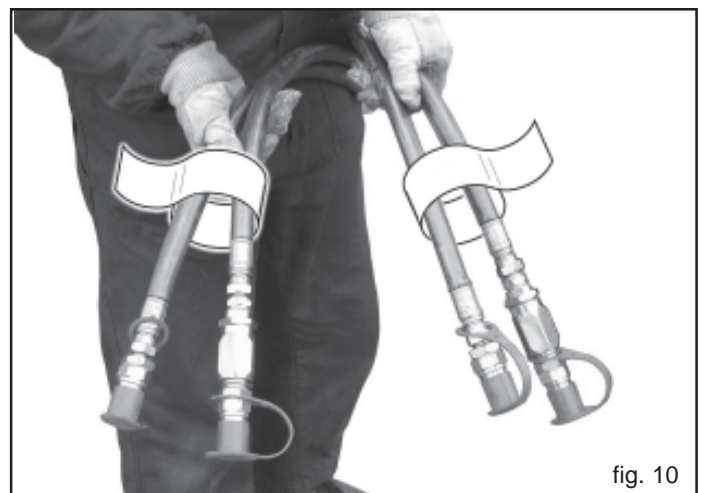
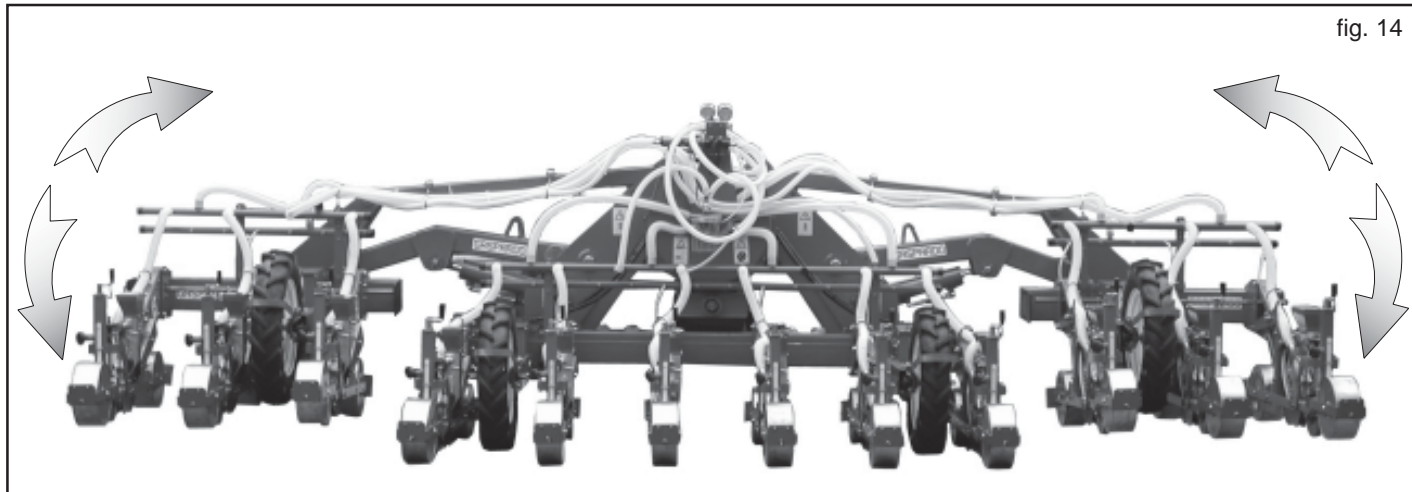
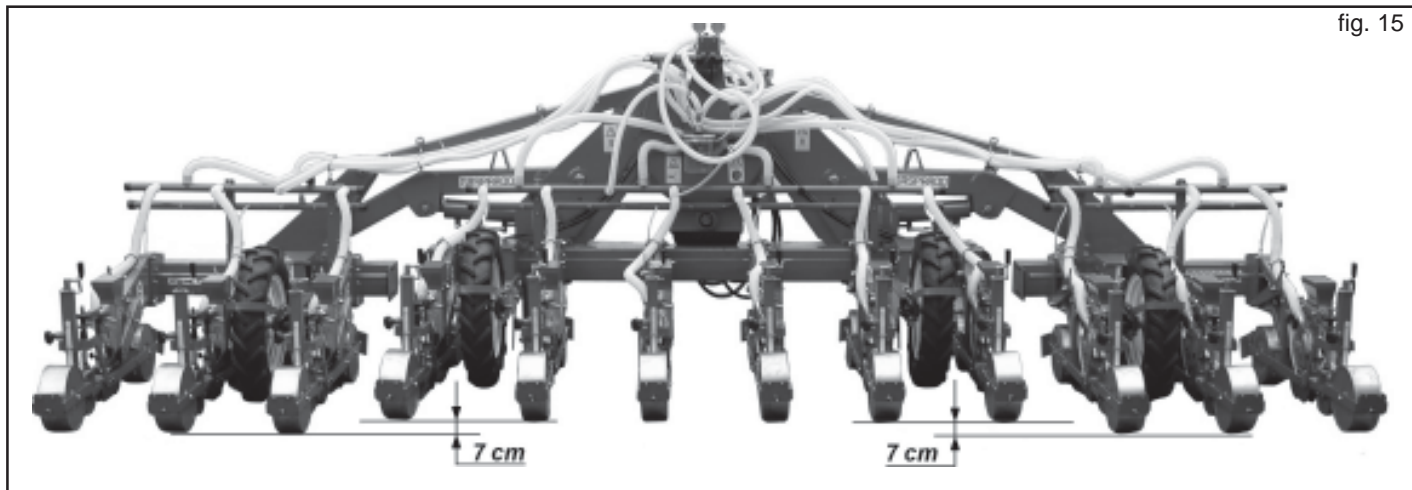

fig. 10
fig. 14
fig. 15
- 5) Collegare correttamente i tubi oleodinamici ai distributori del trattore seguendo l'indicazione riportata su ogni tubo (Fig. 10).
Il telaio della macchina permette di ripiegare con sistema oleodinamico le estremità laterali (Fig. 14), sulle quali vengono portati gli elementi di semina, riducendone l'ingombro stradale. Le parti a ripiegamento oleodinamico della seminatrice sono flottanti e permettono di lavorare in terreni non perfettamente pianeggianti. Le parti laterali del telaio, infatti, possono scendere rispetto a quella centrale di circa 7 centimetri (Fig. 15). Esse sono movimentate da cilindri oleodinamici a doppio effetto indipendenti tra loro. Per regolare la velocità di salita e discesa dei telai laterali è necessaria la regolazione della valvola posta su ciascun tubo oleodinamico di mandata, come indicato al capitolo 3.1. (Fig. 10).
- 6) Azionare l'impianto oleodinamico per aprire il telaio (Fig. 14), tenendo la seminatrice sollevata dal suolo.